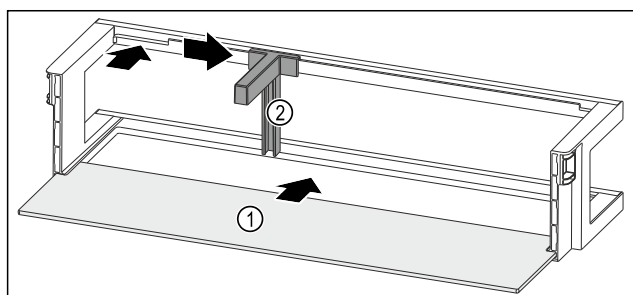

Fig. 98 Deurrek met draagplateau
- Draagplateau Fig. 98 (1) in de zijdelingse inkepingen schuiven.
- Flessenhouder Fig. 98 (2) in de uitsparing plaatsen.
- Flessenhouder Fig. 98 (2) in de gewenste positie opzij schuiven.